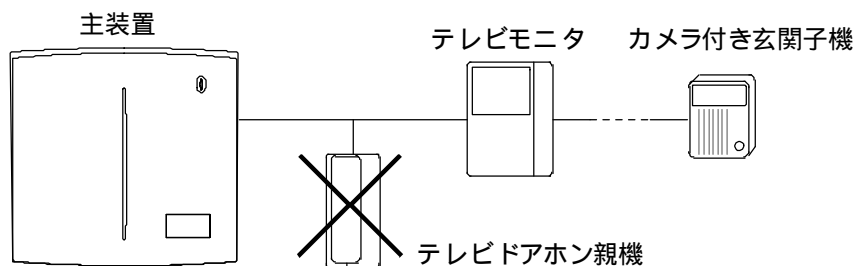

図12.5-6 間違った接続例
2. テレビドアホンの親機をブランチ接続しないでください。機能障害や故障の原因となります。（図12.5-6参照）